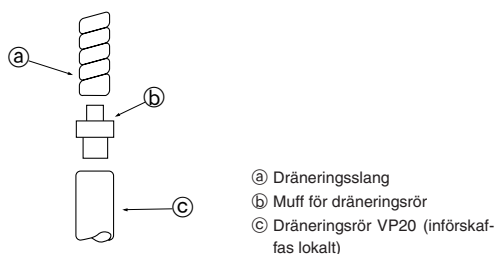

Fig. 5-1
5.1. Arbete med dräneringsrören (Fig. 5-1)